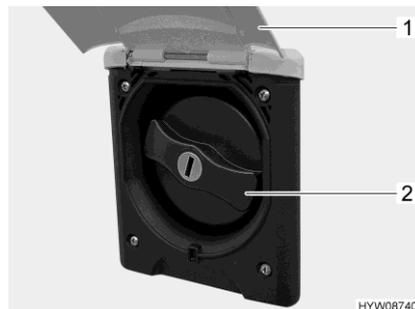

Fig. 140 Couvercle de fermeture (bec de remplissage d'eau potable)
- Basculer le portillon extérieur (Fig. 140,1) vers le haut.
- Tourner le couvercle de fermeture de couleur bleue (Fig. 140,2) d'un quart de tour.